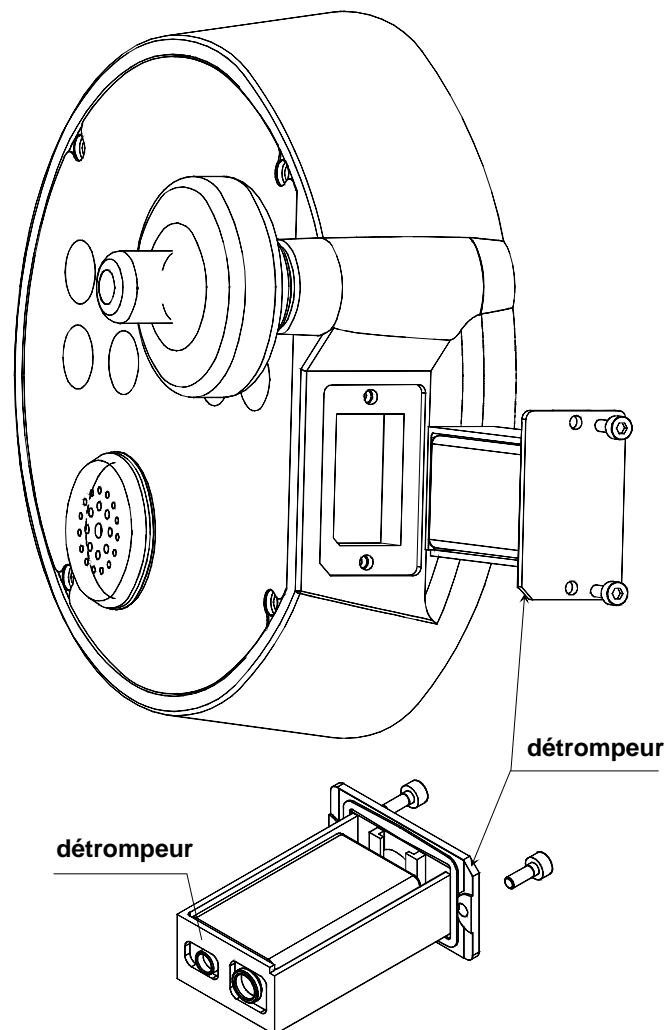

Figure 7-4
- Enlever les 2 vis du porte-pile en utilisant la clé hexagonale de 2,5 mm qui se trouve dans la caisse de l'appareil. Voir Figure 7-4.
- Changer la pile (un seul sens possible). Voir Figure 7-4. **N'utilisez que la pile approuvée.**